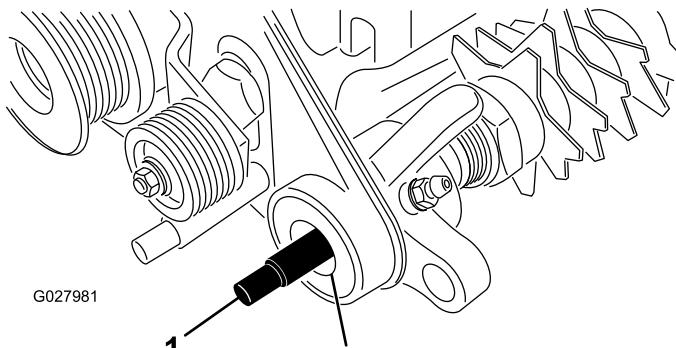

Figura 5
- 11. Aplique grasa a las juntas del soporte del cojinete de la transmisión y al extremo del eje del acondicionador (Figura 5).
- 12. Deslice el extremo acanalado del eje del acondicionador en el soporte del cojinete del conjunto de la transmisión (Figura 5).